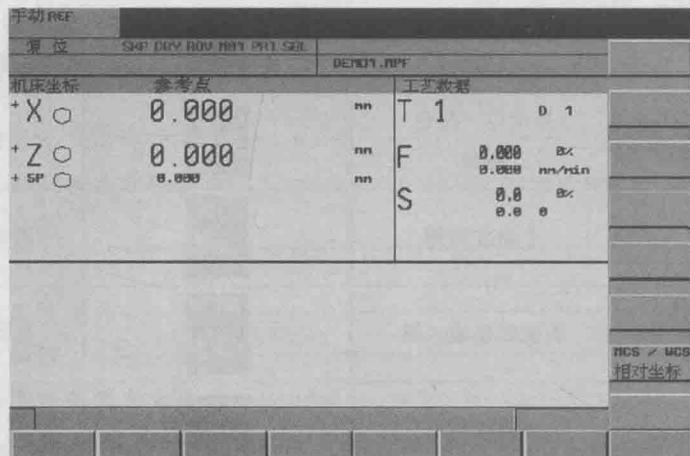

图 1-5 ZRN 方式回参考点
**Step 02** 打开机床左侧开关，接通电源。按系统面板绿色 POWER 键，系统引导以后进入“加工”操作区 ZRN 运行方式。出现“回参考点”窗口，如图 1-5 所示。
**Step 03** 转换成 JOG 手动模式，把机床沿原点反方向移动一段距离。再用机床控制面板上 ZRN “参考点”键启动回参考点运行。在回参考点窗口（图 1-5）中显示该坐标轴是否必须回参考点。
**Step 04** 依次按坐标轴方向键 +X 和 +Z 各一次，直至在回参考点窗口（图 1-5）中机床坐标轴“+X”和“+Z”后标记由“○”变为“●”，则该坐标轴回到了车床参考点。